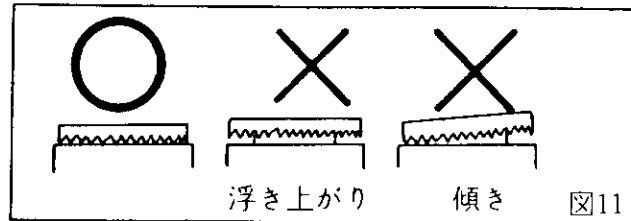

図11
- 掃除したバーナーキャップを元へ戻す際には、正しくセットしてください。(図11)